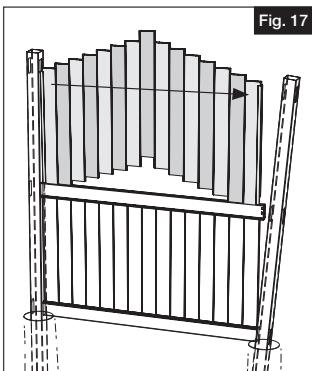

Fig. 17
- b. Insérer les planches du haut dans la traverse médiane en s'assurant qu'un profilé en U est installé aux deux extrémités. Commencer au premier poteau installé et travailler en direction du deuxième poteau (Fig. 17).